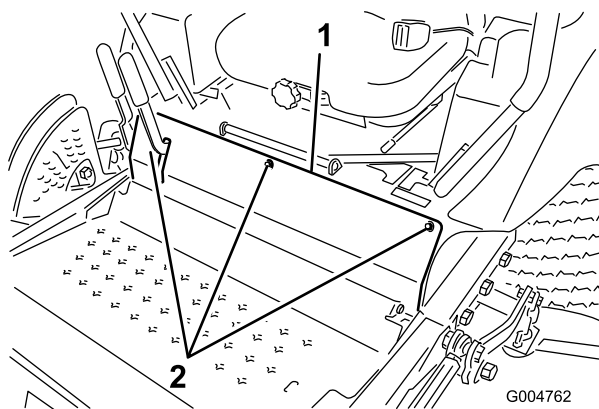

Figure 66
3. Retirez les boulons de fixation du panneau avant et déposez le panneau (Figure 66).